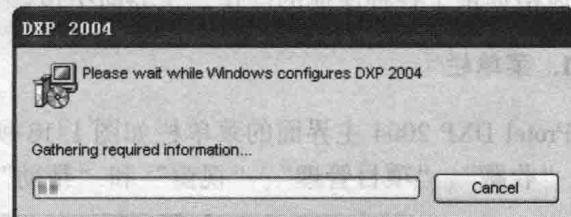

图 1.16 卸载进度信息
(4) 单击“是”按钮，确认要卸载 DXP 2004，此时显示如图 1.16 所示的卸载进度信息，几分钟后，DXP 2004 卸载完毕。
(5) 如果安装了 Protel 的升级补丁，可以采用同样的方法卸载。